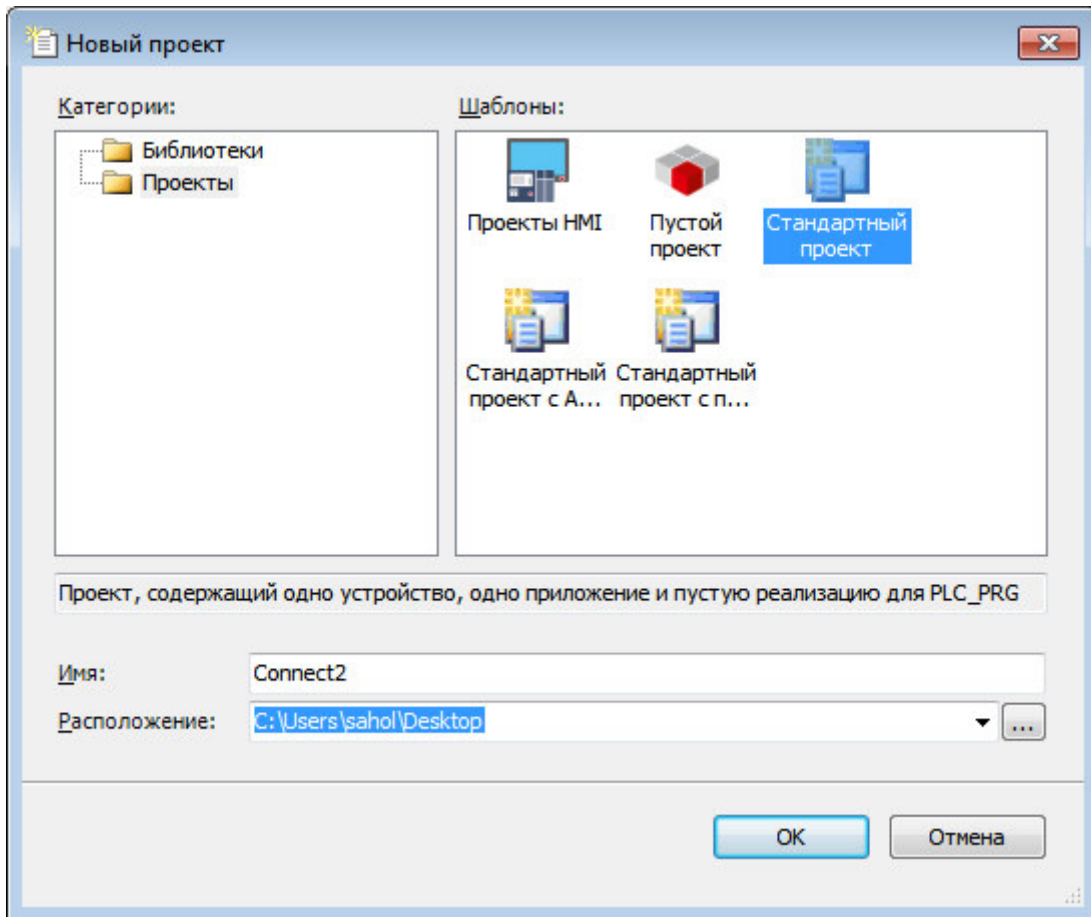

Рисунок 5.2 – Создание шаблона стандартного проекта
2. В окне «**Новый проект**» (рисунок 5.2) в списке **Шаблоны:** выбрать шаблон **Стандартный проект**.